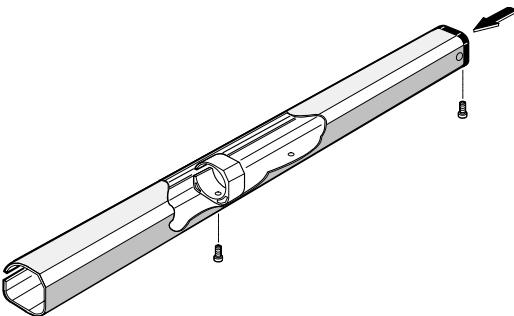
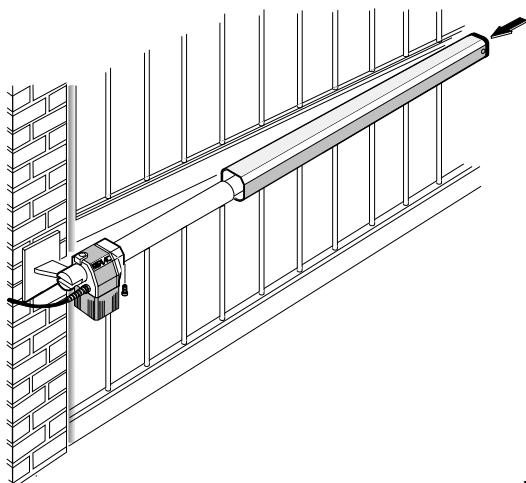

Fig. 8
Fig. 9
- 12) Prepare el cárter de protección (fig. 8) y aplíquelo al operador, como en la fig. 9.
**N.B.:** Fije el collar de guía del cárter en el agujero más lejano respecto al tapón de cierre (fig. 8).